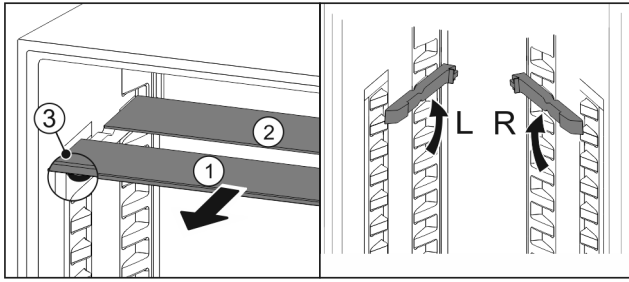

Fig. 86
- ▶ 将玻璃隔板逐个向前拉出 Fig. 86 (1)。
- ▷ 带装饰条的玻璃隔板 Fig. 86 (1)在前。
- ▷ 阻挡装置 Fig. 86 (3)指向下方。